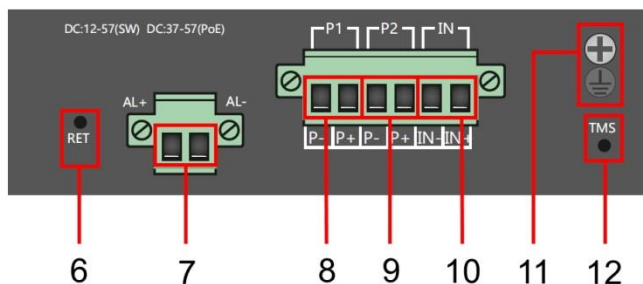

Рис. 4 Коммутатор SW-808010/ILS(port 90W,720W) разъемы и кнопки верхней панели
- Для обеспечения функционирования встроенной грозозащиты необходимо надежно заземлить корпус коммутатора (11) Рис.4.